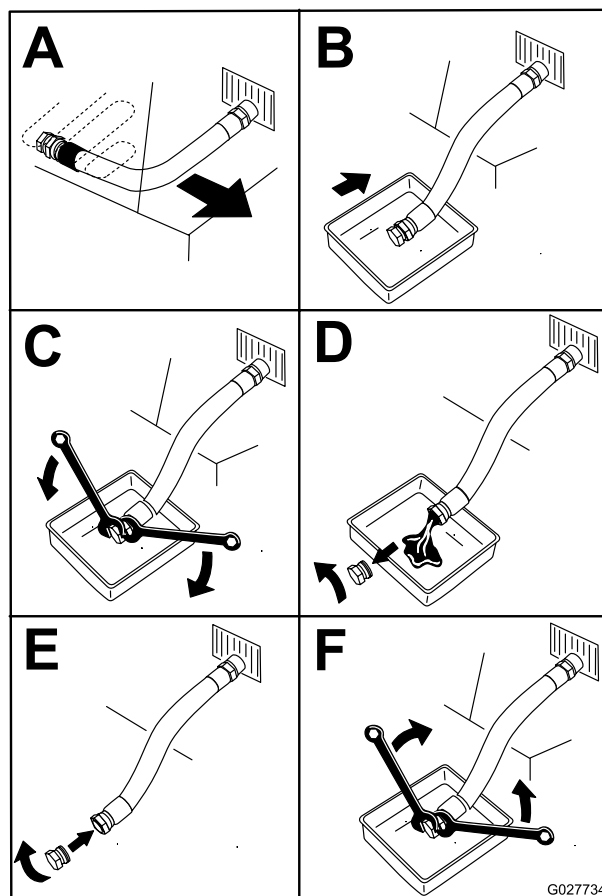

Figura 44
5. Drene el aceite del motor (Figura 44).